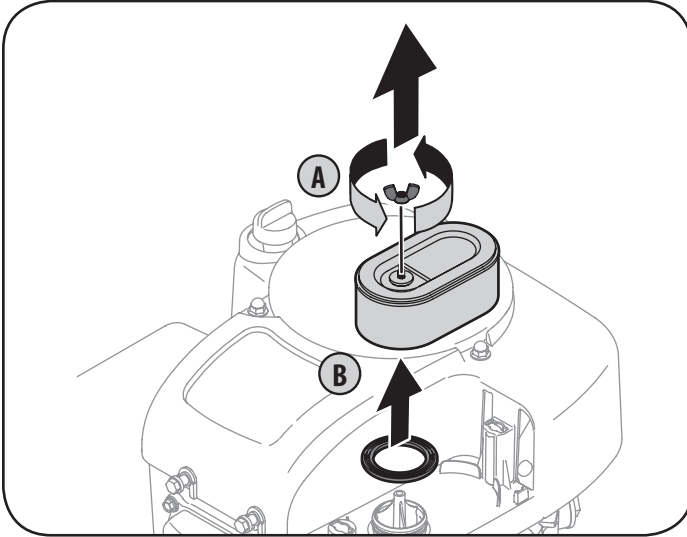

Figura 24
2. Retire el tornillo de mariposa (A). Vea la Figura 24.
3. Tire hacia arriba y retire el filtro de aire y el sello de base (B). Vea la Figura 24.